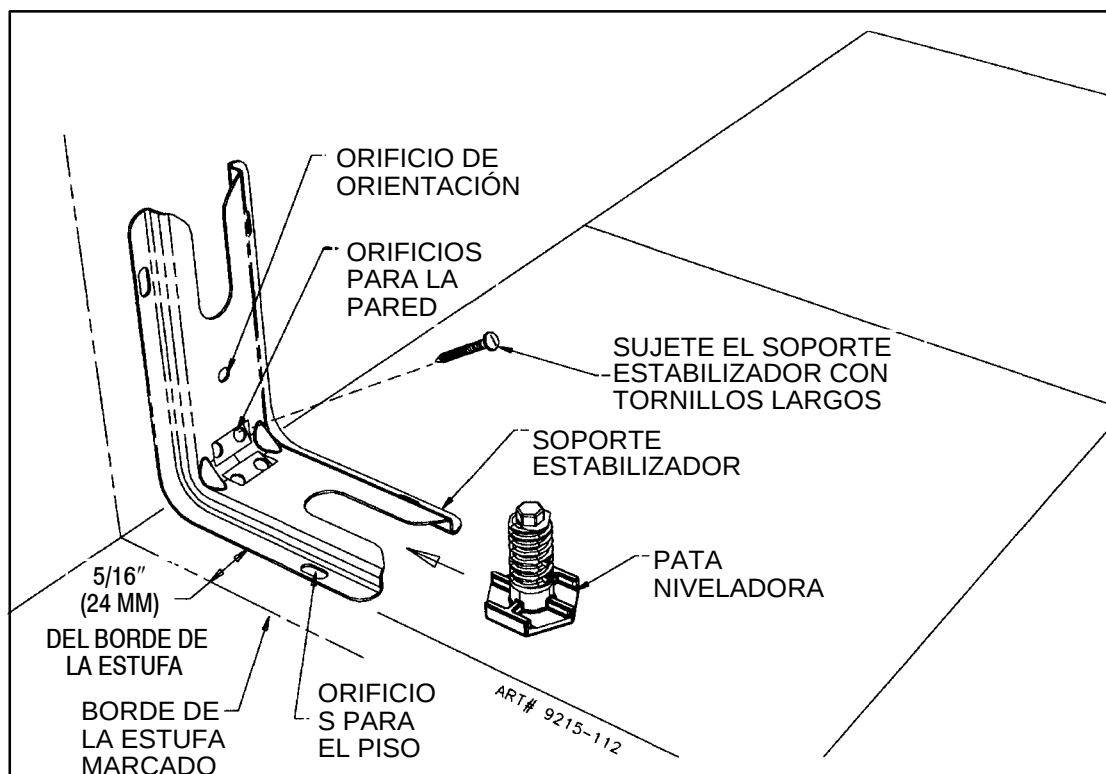
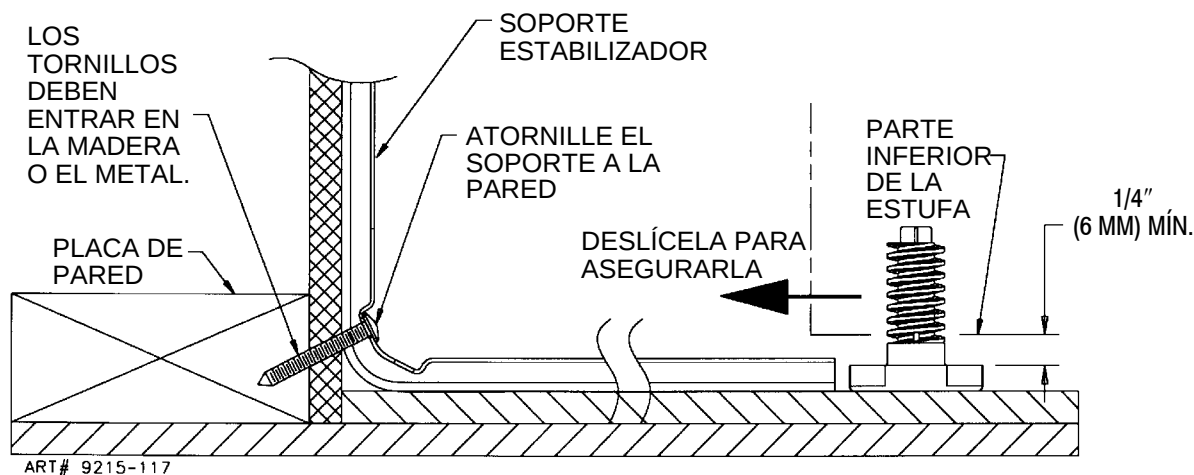

FIGURA 3
FIGURA 4
PASO 1 -Ubicación del soporte ESTABILIZADOR (vea la figura 3)
- Coloque el SOPORTE del "BORDE" marcado a 15/16" (24 mm) del centro de la abertura y contra la pared posterior según se muestra en la figura 3, con el orificio de orientación hacia la pared.
- Use el soporte como plantilla y marque los orificios necesarios, según se muestra en la figura 3, para el tipo de construcción que se utilizará.
- Piso: Ubique el centro de los dos orificios que se identifican en la figura 3 como "ORIFICIOS PARA EL PISO". Taladre un agujero piloto de 1/8 (3 mm) en el centro de cada orificio (puede utilizarse un clavo o una lezna si no tiene una broca). Asegure el soporte ESTABILIZADOR al piso con los dos tornillos que se proporcionan. Continúe con el PASO 3.
- Pared: Ubique el centro de los dos orificios que se identifican en la figura 3 como "ORIFICIOS PARA LA PARED". Taladre un agujero piloto en ángulo de 1/8" (3 mm) en el centro de cada orificio según se muestra en la figura 4. (Puede utilizarse un clavo o una lezna si no tiene una broca). Asegure el soporte ESTABILIZADOR al piso con los dos tornillos que se proporcionan según se muestra en la figura 4. Continúe con el PASO 3.
B. Alinee la estufa en la ubicación que se desee y deslícela hacia atrás en su lugar. Nota: Se necesita una distancia mínima de 1/4" (6 mm) entre la estufa y la pata niveladora que asegurará el SOPORTE ESTABILIZADOR, vea la figura 4.